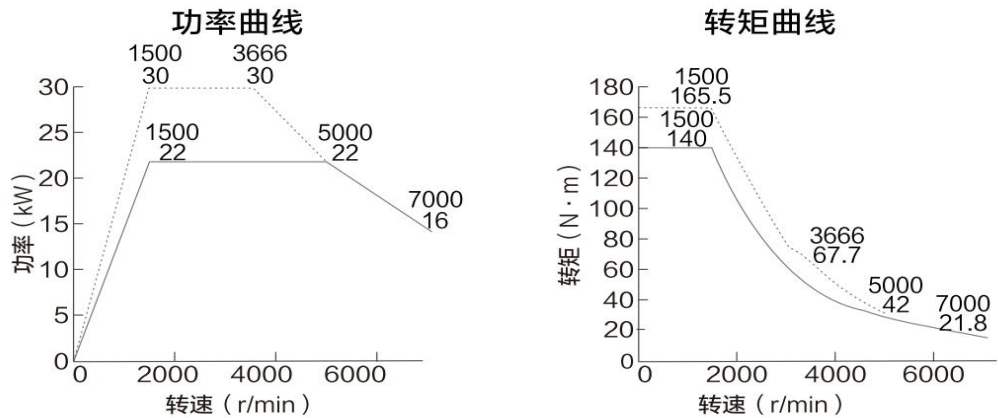
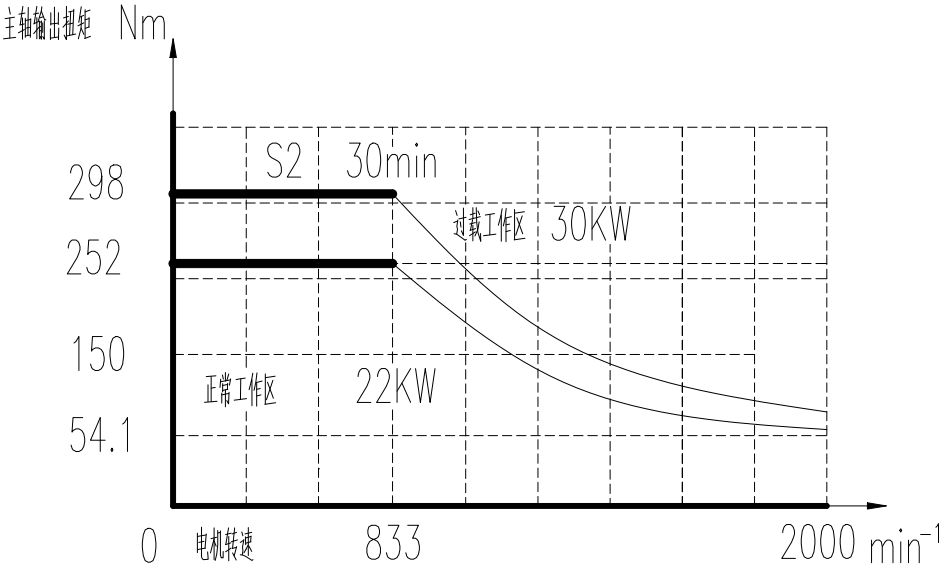

图 5 电机特性曲线图
图 6 扭矩—转速图
电机特性曲线说明（见图 5 和图 6）：
4.3.2 主轴扭矩—转速图（见图 6）